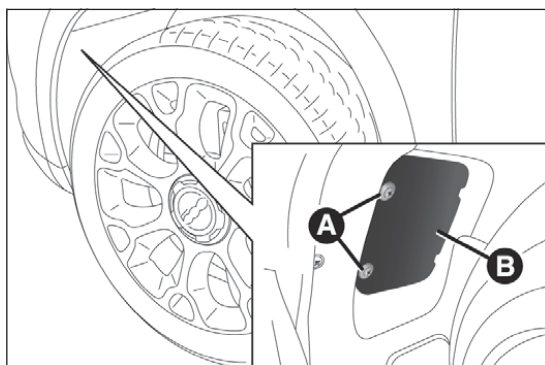

Abb. 175
- Die Schrauben A Abb. 175 und die Klappe B ausbauen;